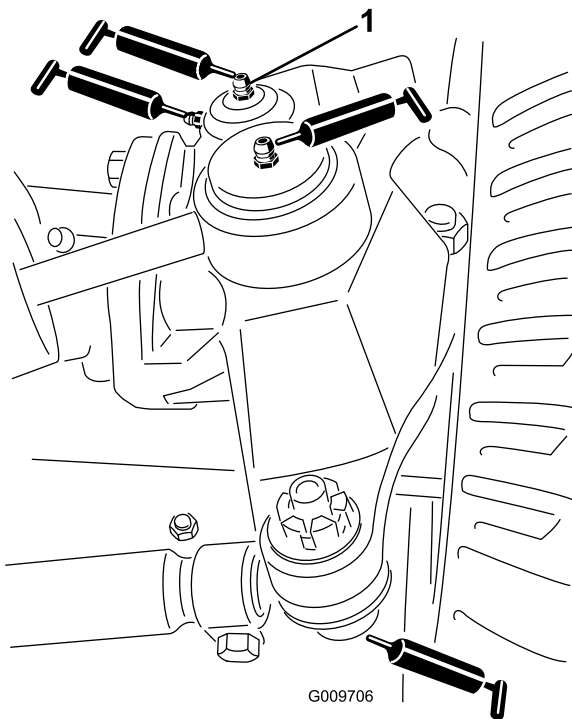

Figura 114
- Articulaciones esféricas del cilindro de dirección (2); consulte la Figura 114
- Articulaciones esféricas de la biela (2); consulte la Figura 114
- Casquillos de pivote de dirección (2); consulte la Figura 114